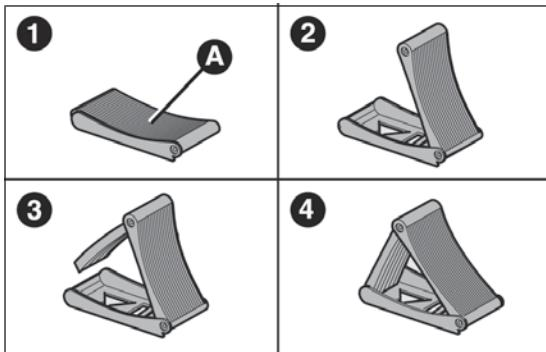

fig. 34
- prelevare il cuneo di bloccaggio A dalla borsa attrezzi ed aprirlo a libro secondo lo schema illustrato in fig. 34;